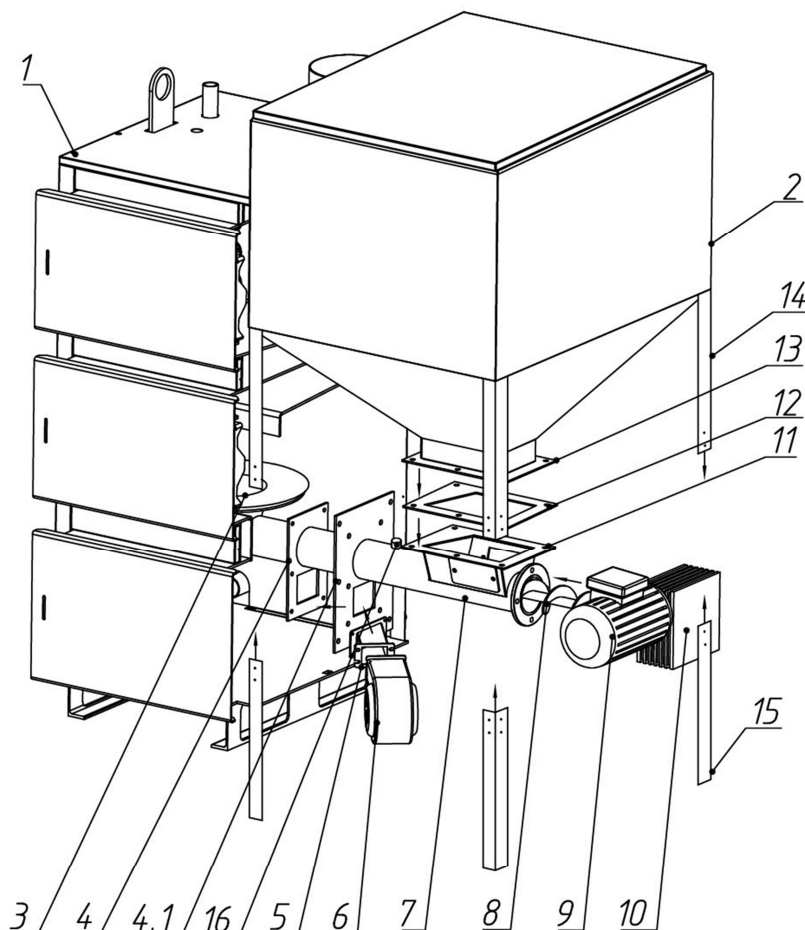

Рисунок 7. Схема сборки системы топливоподачи.
9.2.3 Котел и система топливоподачи должны быть выставлены горизонтально по уровню. Прочность перекрытий (пола) должна выдерживать вес котла, полностью заполненного водой и бункером топлива, схема сборки системы топливоподачи представлена на рис. 7.